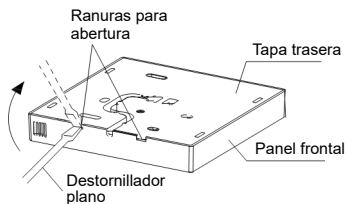

Fig. 3-2
- Inserte un destornillador de ranura en las ranuras de la parte inferior del control cableado (2 lugares), y retire la parte superior del control cableado. (Fig.3-2)